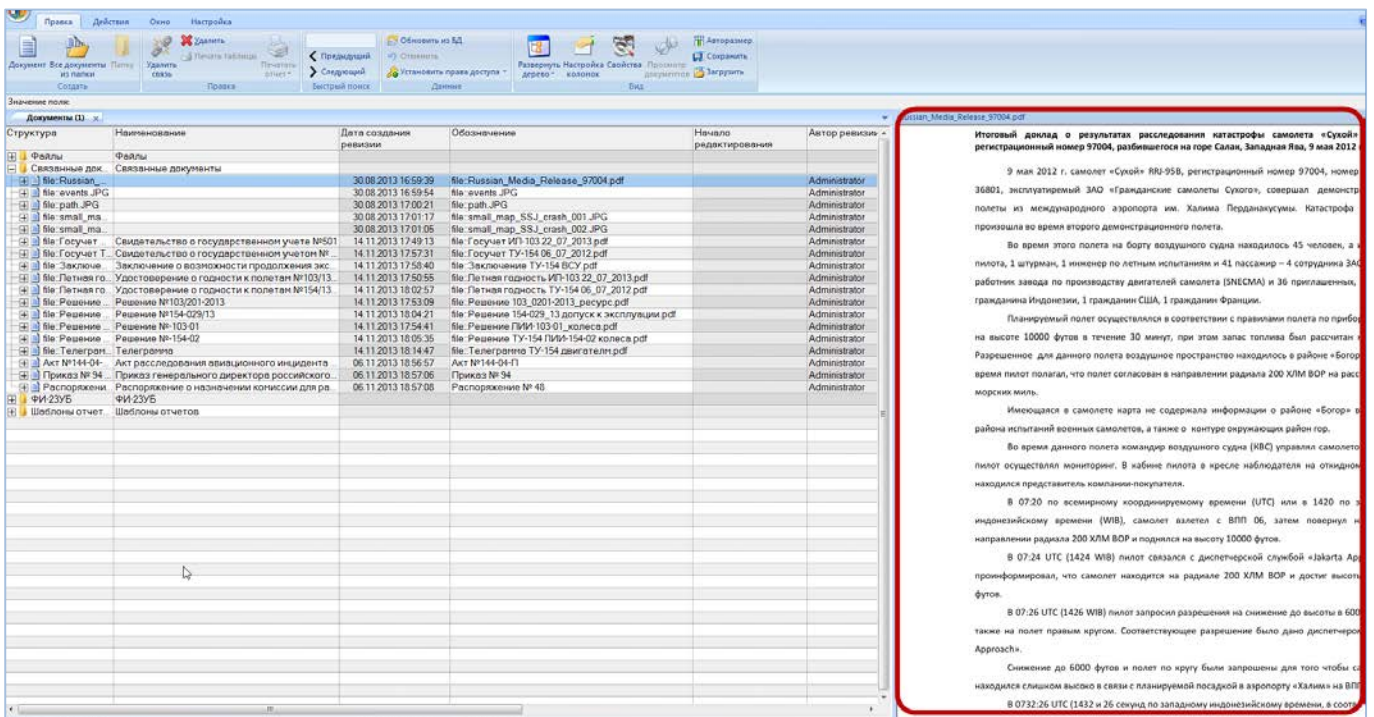

Рис. 5-24 – Рабочее окно «Документы»
3) В рабочем окне открывается окно просмотра связанного документа (рис. 5-24). В заголовке окна выводится имя связанного документа.